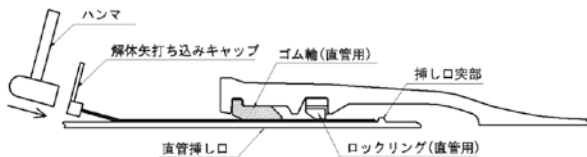
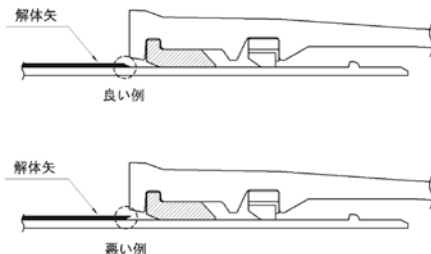

図68 解体矢の打ち込み
図69 解体矢のテーパの向き
- (3) 受口と挿し口のすき間から、滑剤を塗布した解体矢を均等(円周8~12ヶ所)に、ハンマで打ち込む(図68)。解体矢の先端のテーパの向きは図69の通りとする。